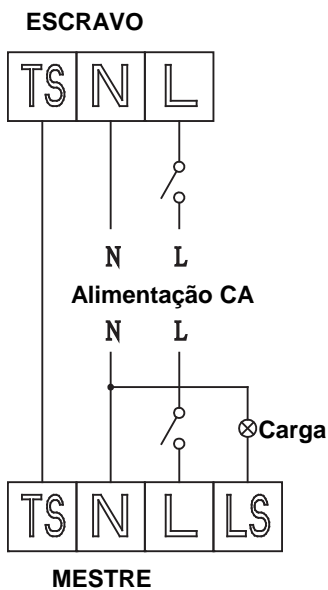
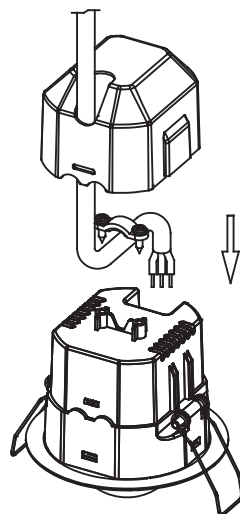

FIGURA 6a
FIGURA 6b
- (3) Analisar a FIGURA 6a com a informação sobre o esquema de ligação do electra e3.1 "escravo" e o detector "mestre" (venda separada – modelo e3). Logo, conectar o cabo como indica a FIGURA 6b.